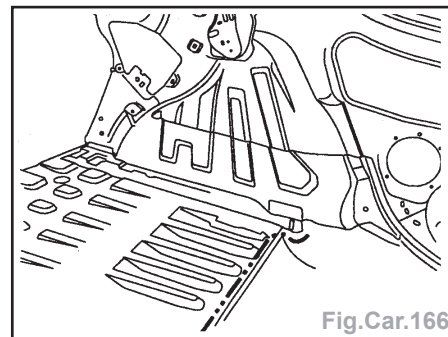

Fig.Car.166
- Tracer puis découper le plancher à l'aide d'une meule épaisseur 1 mm (coupe provisoire) (Fig.Car.166).